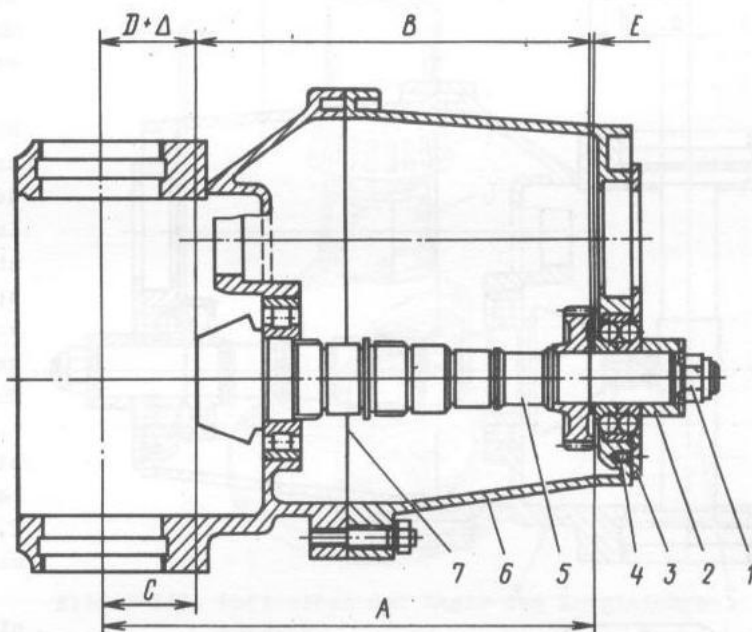
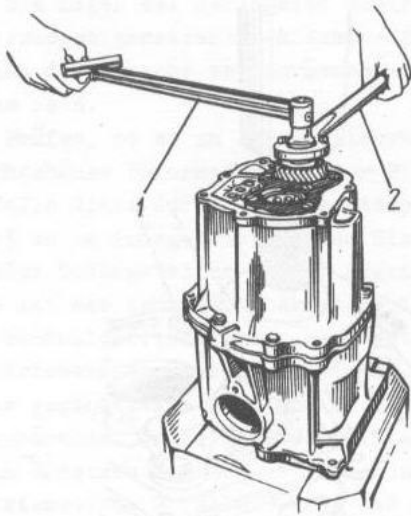
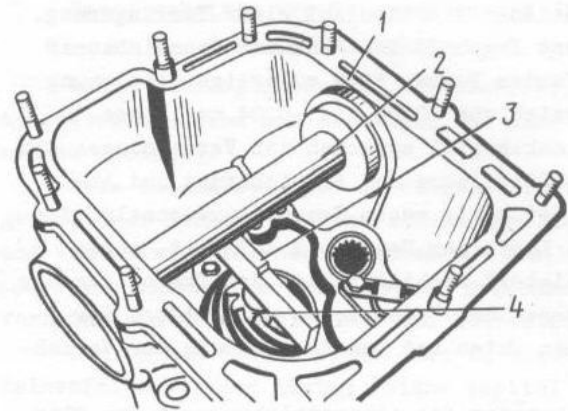
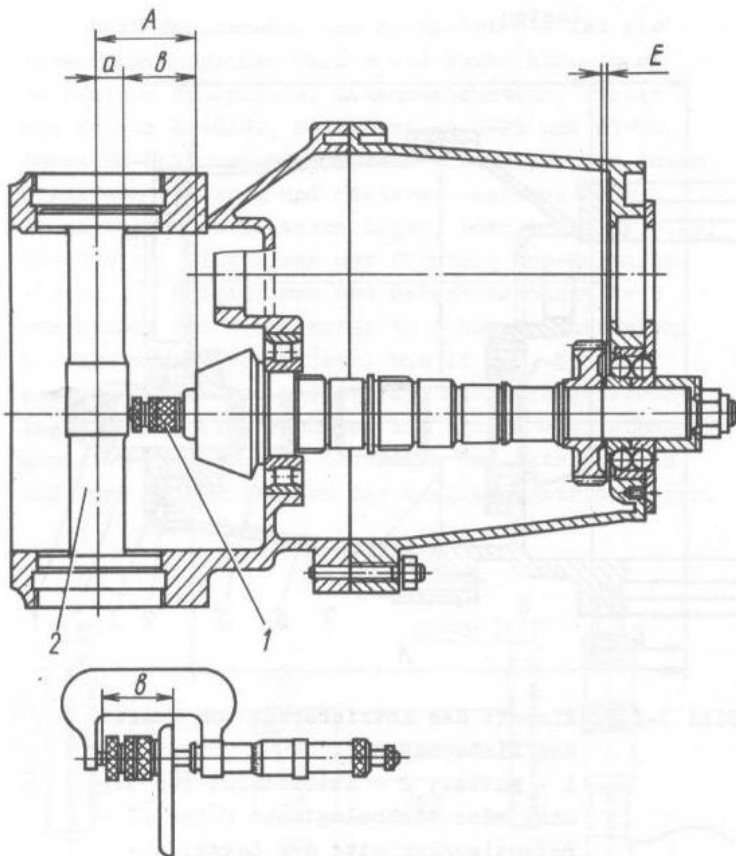

Bild 3-133. Einsatz des Antriebsrads zum Messen des Einbaumaßes:
Bild 3-134. Festziehen der Mutter des Antriebsrads beim Bestimmen des Einbaumaßes C:
Bild 3-136. Bestimmen des Einbaumaßes C mit Spezialplatten:
Bild 3-135. Bestimmen des Einbaumaßes des Zahnrads des Achsgetriebes:
Mit Benutzung des Kontrolldorns 2 (Bild 3-135) und mit Hilfe des an der Stirnfläche des Antriebsrads zu verstellenden Meßschraubenstativs 1 den Abstand B bis zum Dorn messen. Steht ein Meßschraubenstativ nicht zur Verfügung, so kann das Maß B mit Meßplatten 3 (Bild 3-136) gemessen werden.
Vom Einbaumaß A (siehe Bild 3-135), das die Summe von Maß b (mit Meßschraubenstativ fixiert und mit Meßschraube gemessen) und dem halben Maß des Durchmessers des Kontrolldorns a darstellt, ist das Nenneinbaumaß C des Paares (siehe Bild 3-133) abzuziehen. Die Differenz der beiden Maße A-C entspricht dann der Dicke des erforderlichen Satzes von Stellscheiben E, der an Antriebsrad des Achsgetriebes zwischen Zahnrad für 4. Gang und Innenhalbring des hinteren Lagers einzubringen ist.
Stehen ein Spezialdorn und ein Meßschraubenstativ nicht zur Verfügung, so läßt sich die Dicke des Stellscheibensatzes nach folgender Formel (siehe Bild 3-133) bestimmen:
- zum Messen des Einbaumaßes C das teilzusammengebaute Antriebsrad des Achsgetriebes in die mit Dichtbeilage zusammengesetzten Getriebekästen von Achsgetriebe und Wechselgetriebe (Bild 3-133) einsetzen, an Antriebsrad die Innenhalbringe des hinteren Lagers und mit Benutzung des Abtriebsrads für 5. Gang oder einer technologischen Hülse und Scheibe die Mutter des Antriebsrads mit Anziehdrehmoment 140-160 Nm (14-16 kpm) anziehen (Bild 3-134).